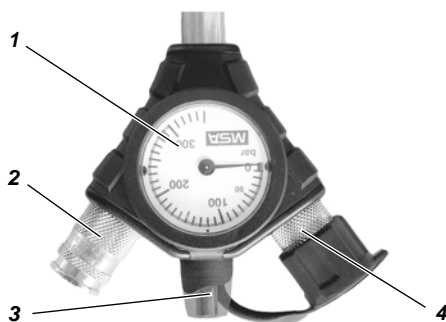

Fig. 3 Manómetro combinado
El manómetro combinado (véase la Fig. 3) está conectado al extremo del tubo multicanal. Está formado por un manómetro (1), una conexión para el regulador a demanda (2), así como por un dispositivo acústico de aviso (3) (silbato) que emite una señal de aviso continua cuando la presión de la botella baja de 55 ± 5 bares. La segunda conexión (4) se conecta a un segundo regulador a demanda (por ejemplo, equipo de reserva).